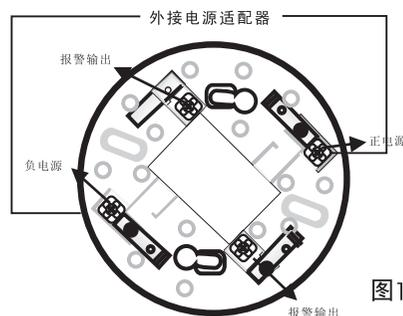

图1
- 3、按图1所示，旋开底座，将导线从底壳引入产品并正确连接到接线柱上，并用螺丝安装好底座，将探测器按照指示旋转装在底座上。